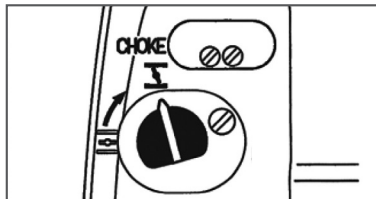

Рис. 14 Воздушная заслонка закрыта
3. Закройте воздушную заслонку карбюратора. Для этого рычаг управления воздушной заслонкой установите в положение «ЗАКРЫТО» (Рис.14).